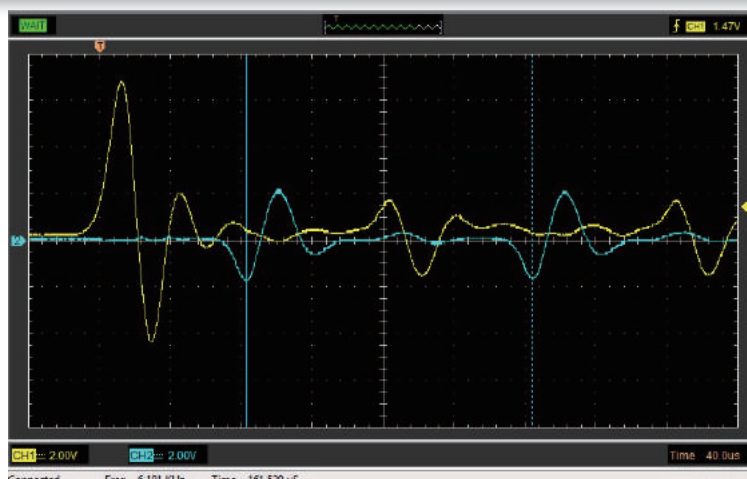

図1: L=400mmステンスロッドの入射端(黄色)と反射端(水色)
4. オシロスコープで信号感の時間間隔と伝播距離から音速(縦波)を計算します。図1は400mmのステンスロッドの入射波と反対端で反射された反射波の時間間隔を測定しています(約162μs、伝播距離=ロッド長400mm×2=800mm)